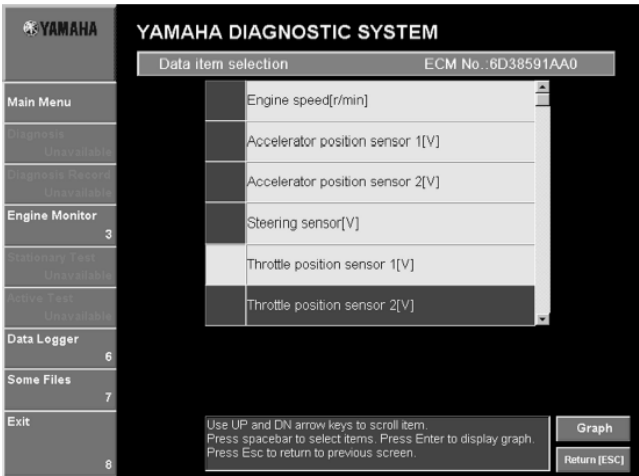
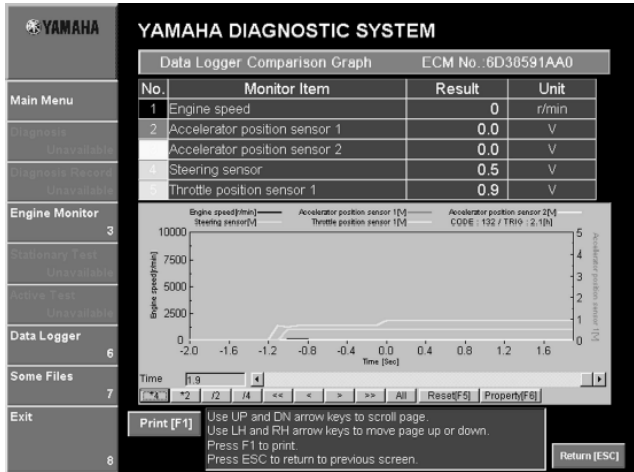

Рис. 106
Рис. 107
**4.** Выбрать элемент или щелчком по нему или нажимая клавиши курсора вверх или вниз на клавиатуре, и затем нажать клавишу "пробел". (Рис. 106) Список элементов, которые могут быть отображены, обратитесь к “Элементы, которые могут быть отображены графически используя Выбор элементов отображения”.
5. Щелкнуть **График(Graph)**. (См. рис. 106) отображается окно. (Рис. 107) Для информации относительно кнопок, которые появляются снизу графика, обратитесь к “управление в окне графика (клавиши и кнопки)”.